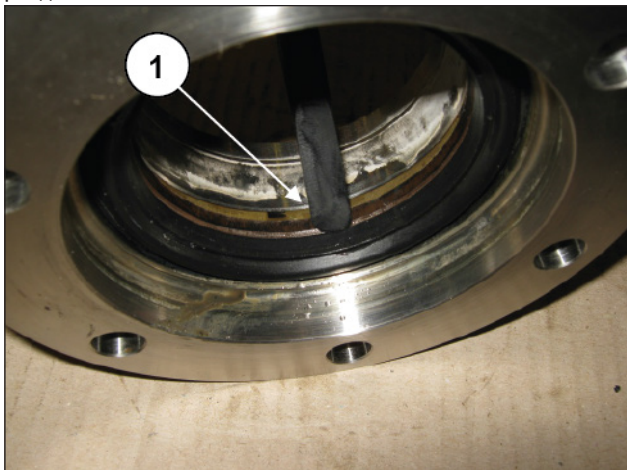
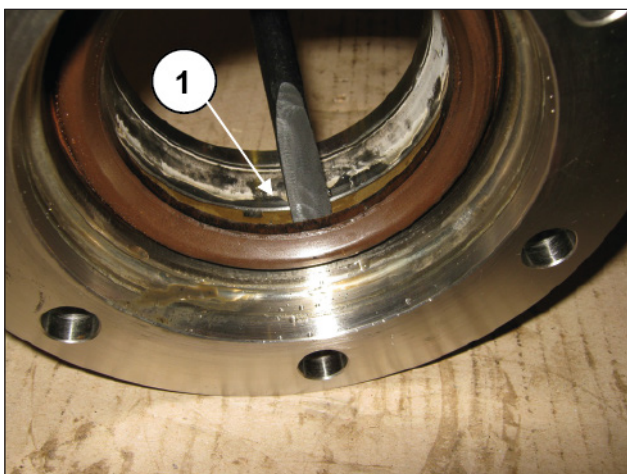
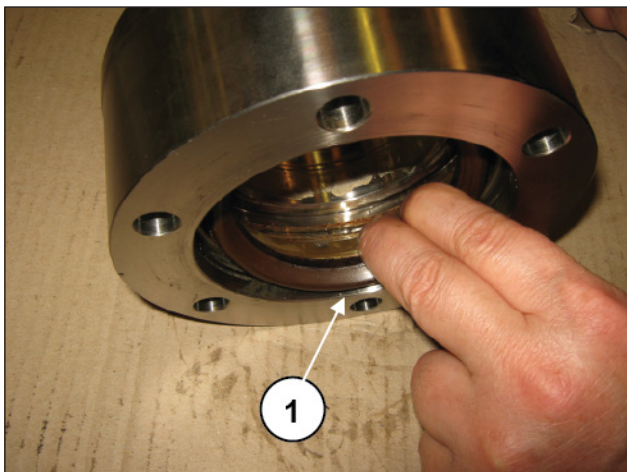
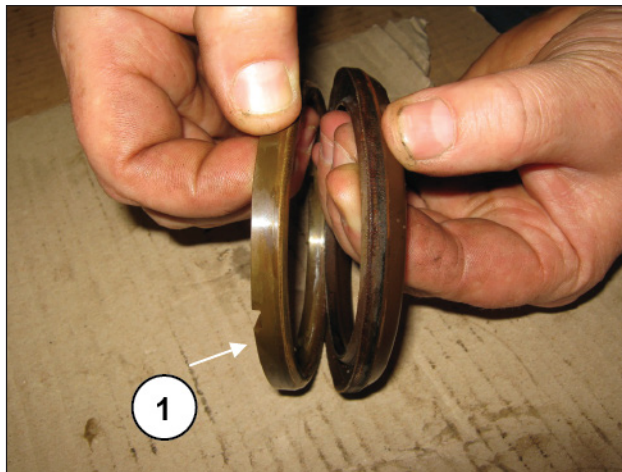

Рис. 216
Рис. 217
Рис. 218
Рис. 219
Извлеките из рубашки по порядку: кольцо "restop" (поз. ①, Рис. 216), уплотнительное кольцо (поз. ①, Рис. 217 - Рис. 218) вместе с кольцом поршневой головки, а затем разделите их (поз. ①, Рис. 219).